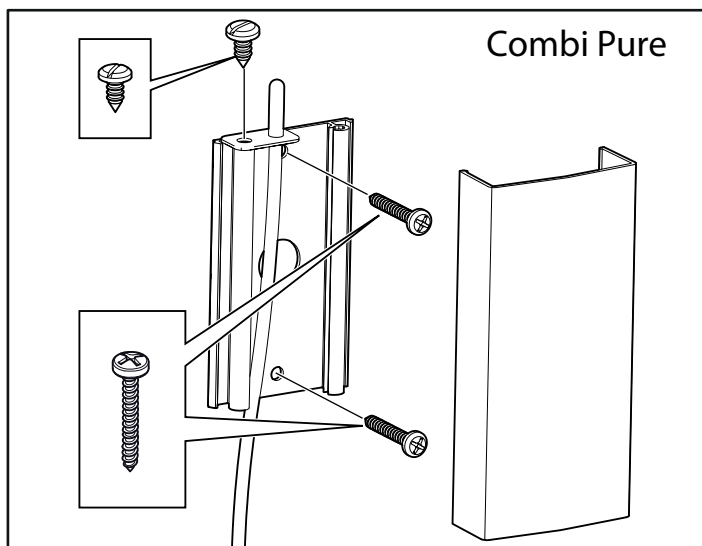
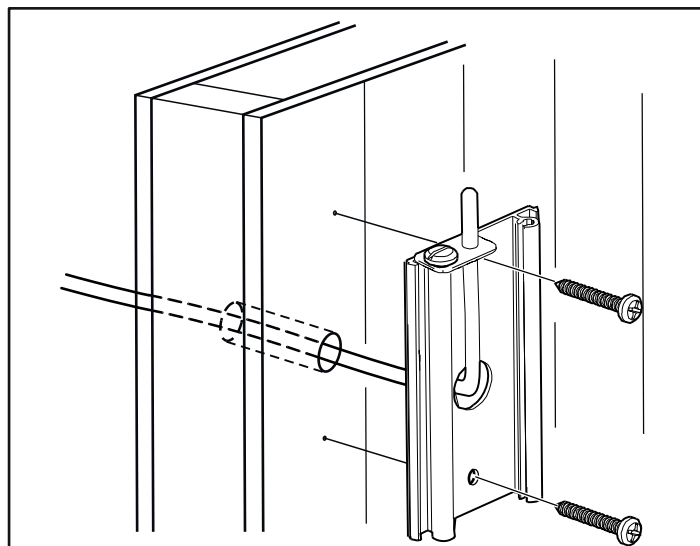

Fig 14: Montering av sensorn - Combi Pure
Fig 16A: Ledningsdragning genom vägg. Exemplet visar sensorn för Combi Pure.
12. Montera sensorn på väggen se Fig 14 och 15. Termistorledningen kan även dras igenom väggen, se Fig 16A och 16B. Täta eventuella hål i väggen bakom sensorn. Termistorledningen kan förlängas utanför bastun med svagströmsledning (2-ledare).